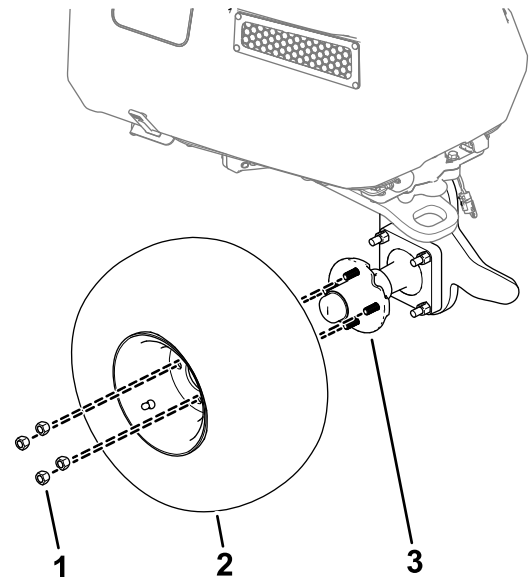

Figura 1
1. Retire las 4 tuercas de rueda que fijan la rueda al conjunto de cubo (Figura 1).
2. Retire la rueda de la máquina (Figura 1).